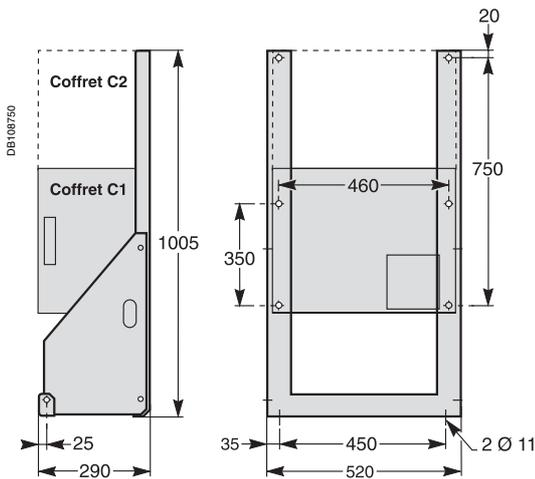

Fig. 8 : socle pour fixation des coffrets au sol réf. 52671.
- les coffrets au mur ou sur un socle (fig. 8)